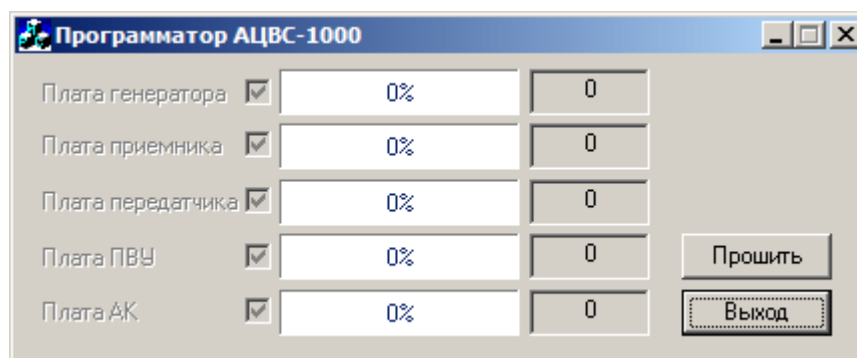
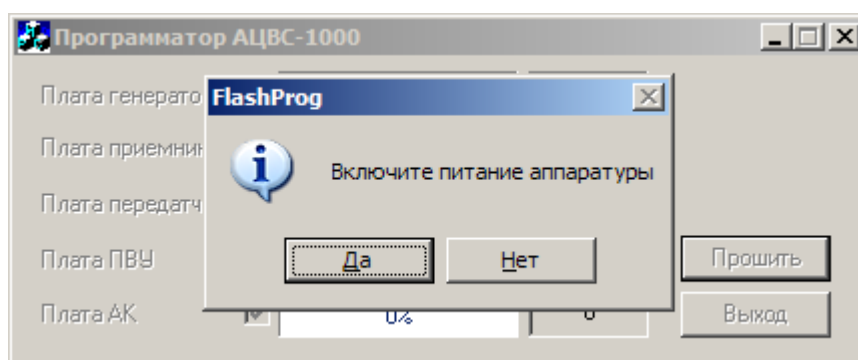

Рис.4.44 Окно программы
Рис.4.45 Предложение включить питание аппаратуры
11. В появившемся окне программы (рис.4.44) нажать кнопку “Прошить”, после чего появится окно с предложением включить питание аппаратуры (рис.4.45).